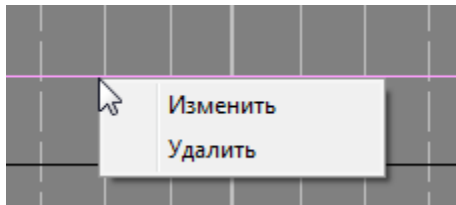

Рис.177. Всплывающее меню операций с предупреждениями
5. Для изменения служебной информации о предупреждении подвести указатель «мыши» к предупреждению, дождаться появления всплывающего окна с информацией о предупреждении и нажать правую клавишу «мыши». Появится всплывающее меню операций с предупреждениями. Выбрать пункт меню «Изменить» (см. рис. 177).
1. Для отмены предупреждения подвести указатель «мыши» к предупреждению, дождаться появления всплывающего окна с информацией о предупреждении и нажать правую клавишу «мыши». Появится всплывающее меню операций с предупреждениями. Выбрать пункт меню «Изменить» (см. рис. 177).
1. Для удаления предупреждения подвести указатель «мыши» к предупреждению, дождаться появления всплывающего окна с информацией о предупреждении и нажать правую клавишу «мыши». Появится всплывающее меню операций с предупреждениями. Выбрать пункт меню «Удалить» (см. рис. 177).
Для изменения служебной информации о предупреждении подвести указатель «мыши» к предупреждению, дождаться появления всплывающего окна с информацией о предупреждении и нажать правую клавишу «мыши». Появится всплывающее меню операций с предупреждениями. Выбрать пункт меню «Изменить» (см. рис. 177) п. 5.14.3.